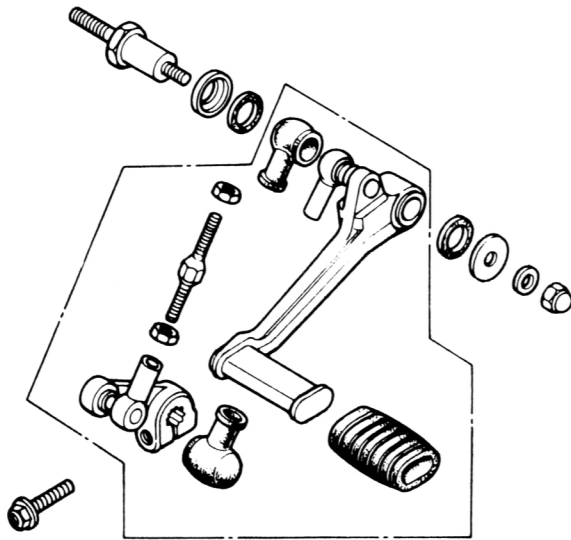

Bild 71
- Fusschalthebel gemäss Bild 71 zusammenbauen. Dabei auf folgendes achten: